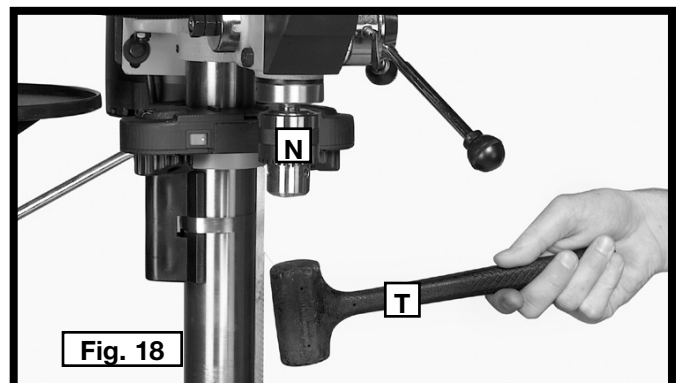

Fig. 18
20. Ouvrir les mâchoires du mandrin autant que possible en tournant le manchon du mandrin (N, fig. 18). Tenir le mandrin sur le bout conique de la broche et frapper avec un marteau-caoutchouc (T), ou un bloc de bois et un marteau, pour fixer le mandrin (fig. 18).